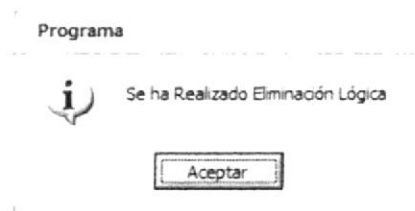

Figura 5.44 Mensaje de Eliminación de País
3. Si se ha realizado la eliminación aparecerá el mensaje (Ver figura 5.44)